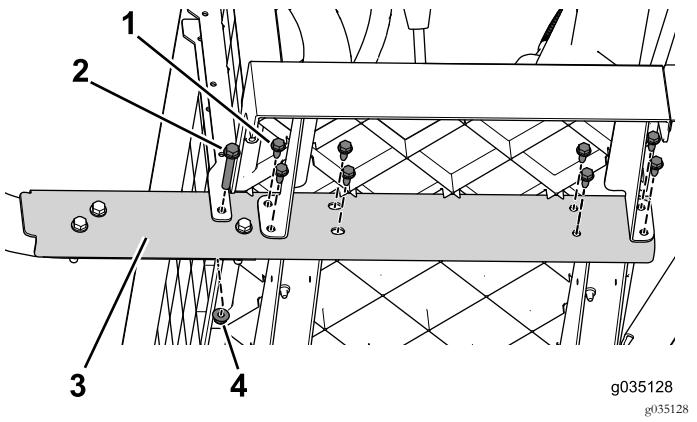

Figura 65
3. Retire os parafusos flangeados (3/8 x 2½ pol.) e as porcas que prendem a calha lateral à máquina (Figura 65). Faça isto em ambos os lados da máquina.
4. Trabalhando da frente para trás, retire os parafusos flangeados (5/16 x ¾ pol.) que prendem a calha lateral à máquina (Figura 65). Faça isto em ambos os lados da máquina.